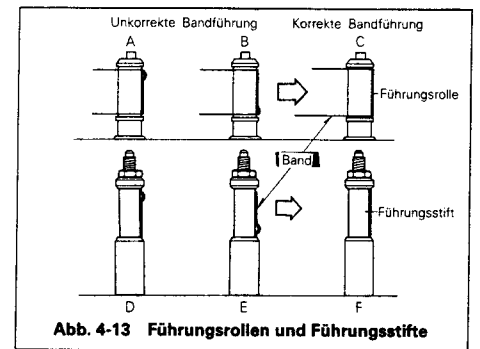

Abb. 4-13 Führungsrollen und Führungsstifte
- (2) Die Einstellschraube (C) für die Neigung des Audio-/Kontroll-Kopfes drehen und damit die Neigung so einstellen, daß das Band leicht über den Aufspulführungsstift entsprechend Abb. 4-13 (F) läuft.
(3) Das Band darf bei der Wiedergabe am Aufspulführungsstift nicht geknittert oder verdreht werden.